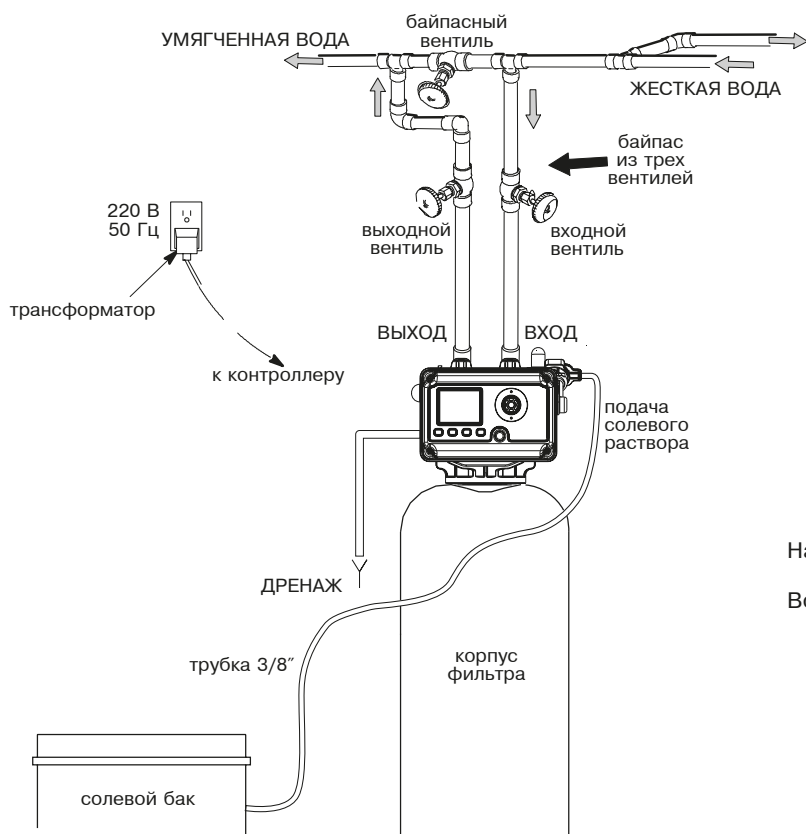

Рис. 1
9. Подключите установку в разрыв магистрали подачи холодной воды, используя стандартную трубную арматуру и фитинги. Для удобства запуска, эксплуатации и обслуживания оборудования необходимо предусмотреть байпасную линию (рис. 1).